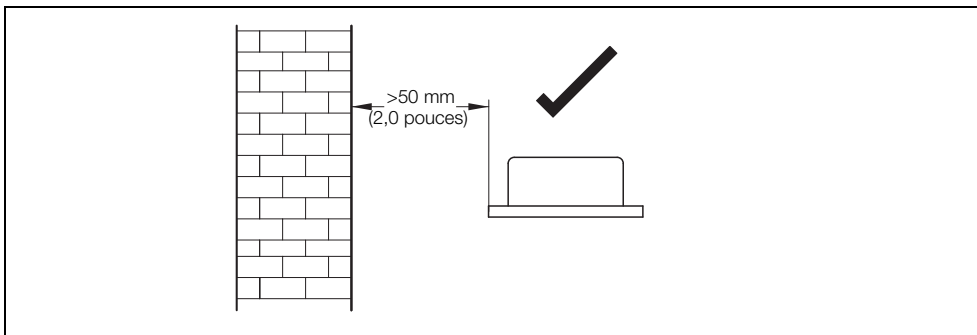

Fig. 2.23 Installation de l'antenne GSM
- Ne montez pas l'antenne à moins de 50 mm (2 pouces) d'un mur ou d'une surface en dur (reportez-vous à la Fig. 2.23).